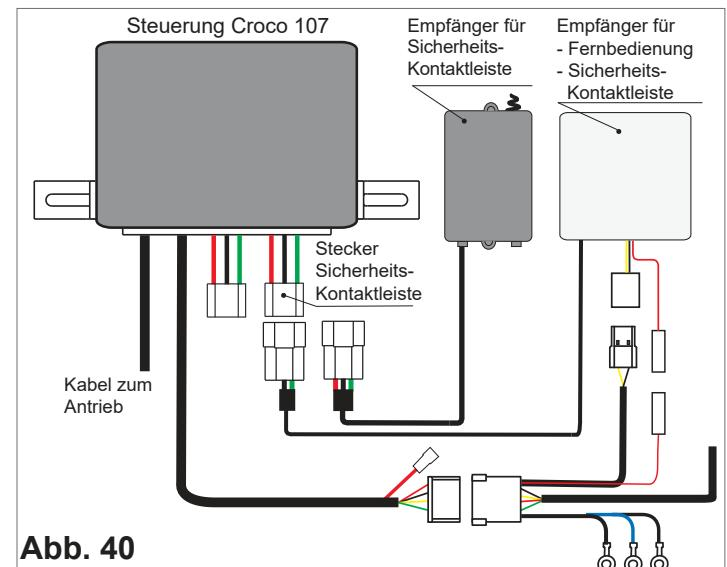

Abb. 40
**Croco 107:** Schliessen Sie den entsprechenden Empfänger, wie in Abb. 40 angegeben, an die Steuerung an.